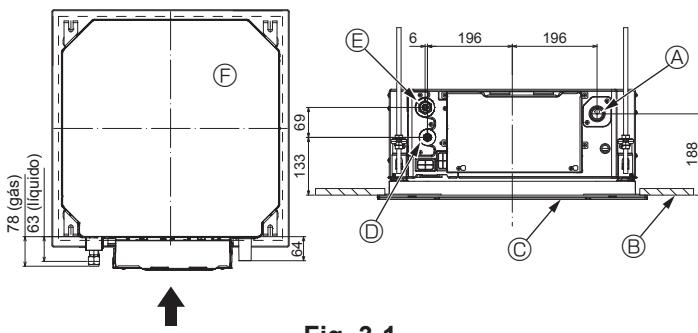

Fig. 3-1
3.1. Locais da tubagem de refrigerante e de drenagem da unidade interior (Fig. 3-1)